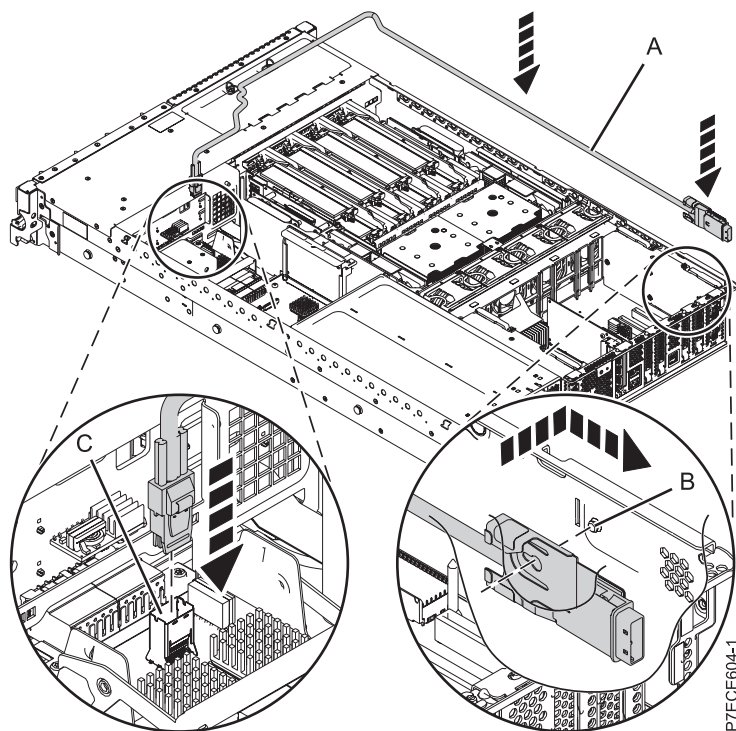

Figure 38. Installation du câble SAS
10. Branchez le connecteur mini-SAS du câble SAS au port de connexion SAS interne (C) sur l'interposeur de stockage et appuyez jusqu'à ce qu'il s'enclenche. Pour plus d'informations, voir figure 38.
11. Faites passer le câble (A) devant le boîtier d'extension de mémoire, dans la gouttière le long de la paroi latérale jusqu'à ce que le connecteur de port SAS se trouve à proximité de l'ouverture situées à l'arrière du châssis.
12. Alignez l'encoche du support du connecteur de port SAS (B) sur la broche de guidage à l'intérieur du boîtier. Puis, glissez le connecteur de port SAS dans l'ouverture à l'arrière du châssis jusqu'à ce que le taquet du support s'enclenche.